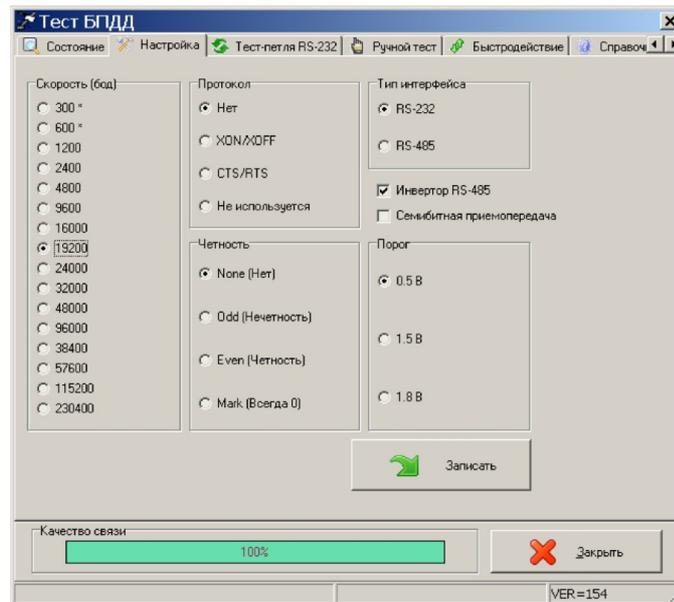

Рисунок 16
- 2) Выбрать в таблице устройств блок «БПДД». В окне «Поиск» выбрать команду «Тест», затем вкладку «Настройка» и установить следующие параметры конфигурации БПДД-RS (рисунок 16):